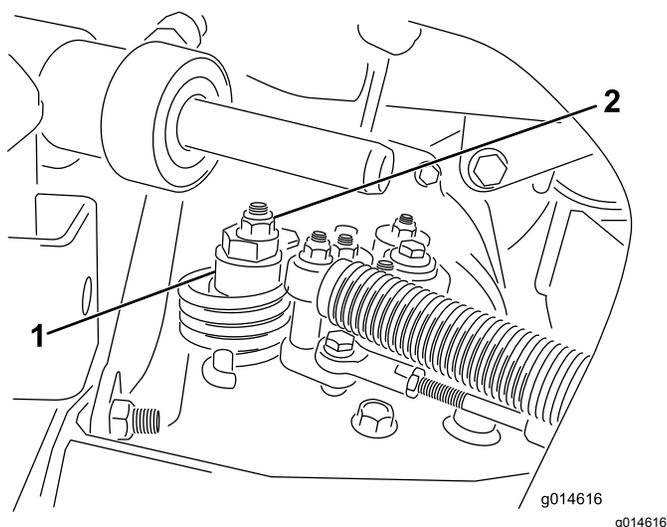

図 53
- A. 偏芯ナットをハイドロスタット上部に止めているナットをゆるめる 図 53。
- C. どちらにも車輪が回らないように偏芯ナットを回して調整する。調整ができれば固定ナットを締め 図 53。スロットル SLOW および FAST 位置で調整が正しいことを確認する。